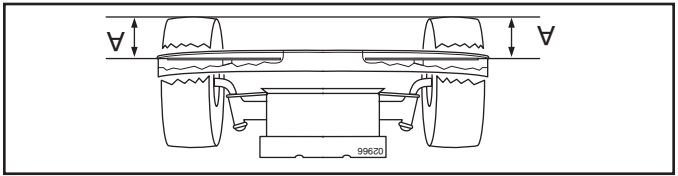

Fig. 28
- AJUSTEMENT LATÉRAL DE PRÉCISION (Voir Fig. 28)